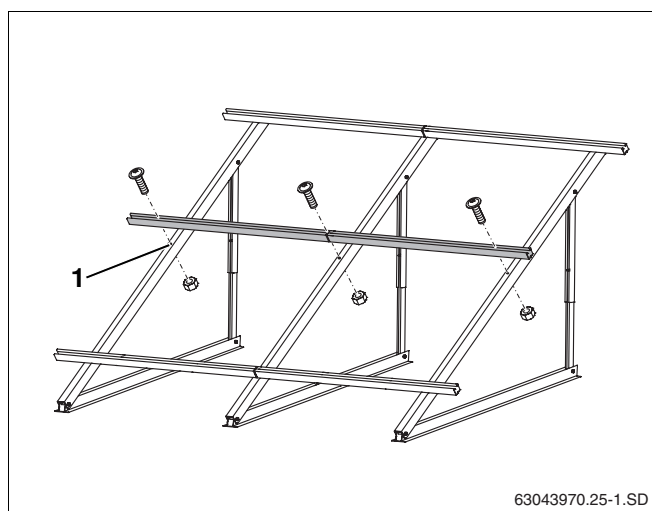

Fig. 35 Montage du rail profilé supplémentaire
- ▶ Fixer les rails profilés supplémentaires dans la perforation centrale du profil comme décrit dans le chap. 5.5.2 „Montage des rails profilés“ fig. 35, **Pos. 1)**.